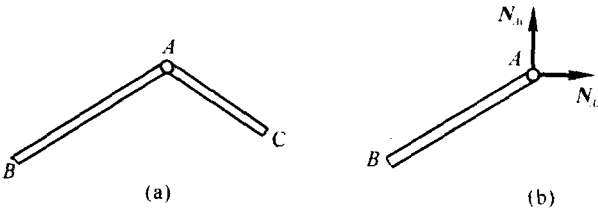
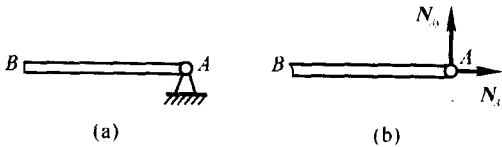

图 1.5
图 1.6
(3) 光滑圆柱铰链和固定铰链支座。约束反力的作用线必在垂直于圆柱轴线的平面内并通过圆心，而它的方向则不能预先独立确定。它可用通过圆心而大小未知的 2 个正交分力表示，如图 1.5 和图 1.6 所示。